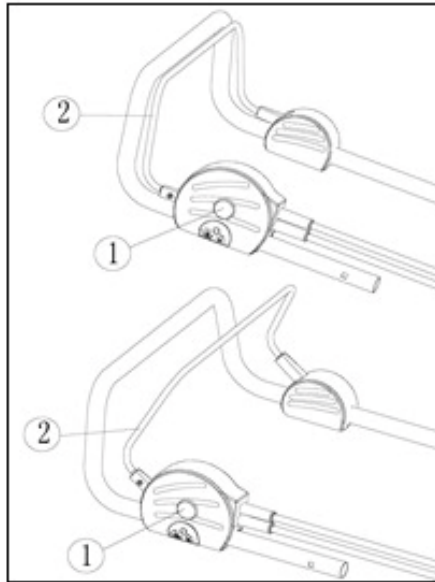

Рис. 6
- Нажмите и удерживайте предохранитель от случайного включения (рис. 6. поз. 1).
- Сдвиньте рычаг выключателя (рис. 6. поз. 2) в направлении рукоятки, как на рисунке 6.
- Отпустите рычаг выключателя (рис. 6. поз. 2).